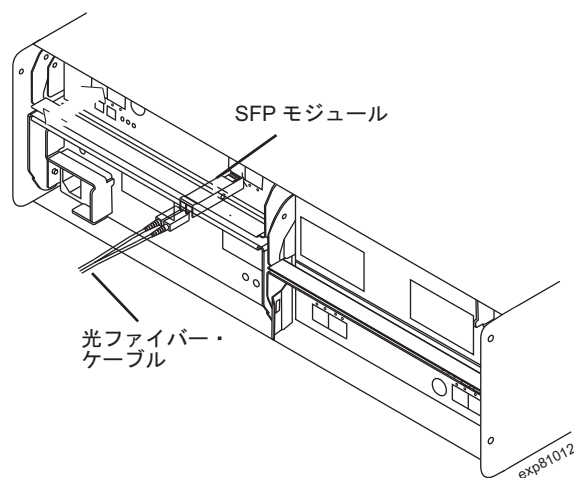

図 27. EXP520 への SFP モジュールの取り付けおよび LC-LC ケーブルの接続
3. 図 27 に示すように、EXP520 の背面にある SFP ポートに SFP モジュールを取り付け、LC-LC ケーブルのもう一方の端を SFP モジュールに接続します。